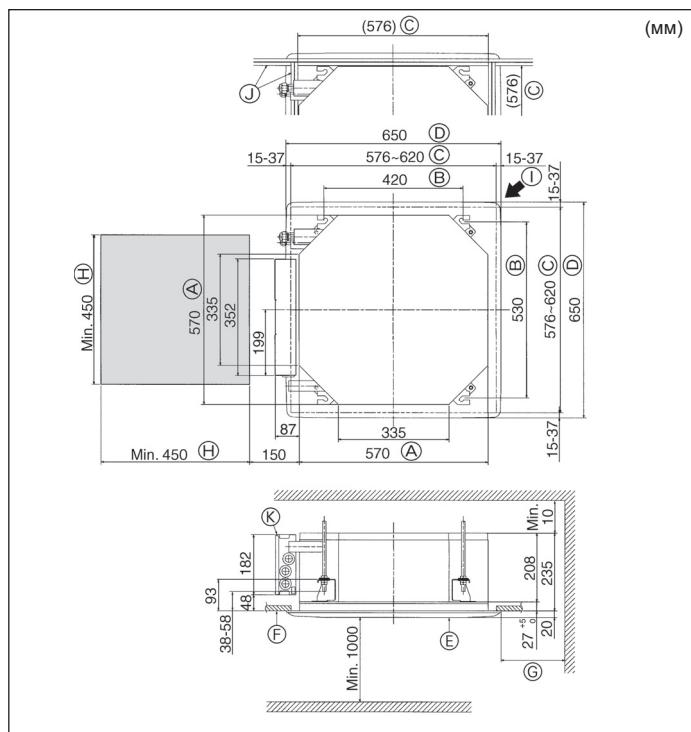

Fig. 4-2
②	Прокладка (с изоляцией) Прокладка (без изоляции)	4
③	Изоляция для труб (для соединения труб хладагента) малого диаметра (жидкости) большого диаметра (газа)	1 1
④	Лента (большая) Лента (малая)	6 2
⑤	Винт с прокладкой (M5 × 25) для установки решетки	4
⑥	Соединительная муфта для дренажа	1
⑦	Изоляция	1
⑧	Шуруп крепления для ⑨ 3,5 × 16 (черный) (для SLZ-KA-VAL(2))	2
⑨	Держатель пульта дистанционного управления (для SLZ-KA-VAL(2))	1
⑩	Батарейка (AAA) (для SLZ-KA-VAL(2))	2
⑪	Беспроводной пульт дистанционного управления (для SLZ-KA-VAL(2))	1
4.2. Расположение отверстия в потолке и навесных болтов (Fig. 4-2)